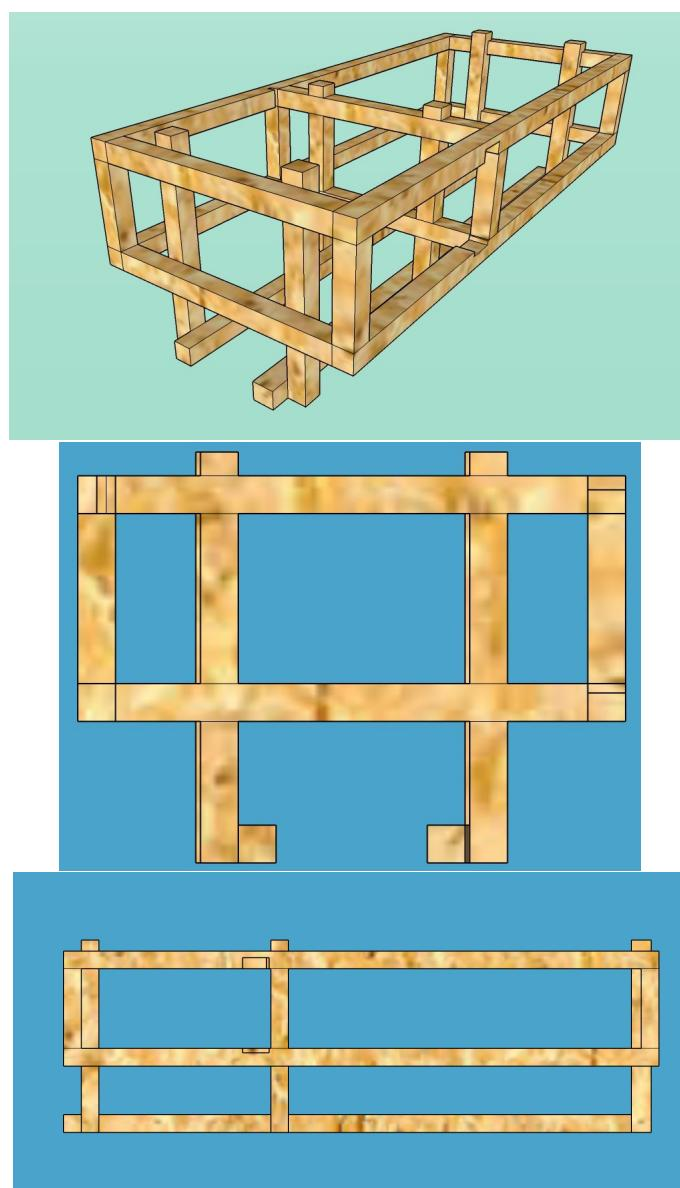

Figure 8: Plans du châssis interne.
1. Construisez le châssis selon le plan avec des baguettes 8mm x 8mm (Figure 8).